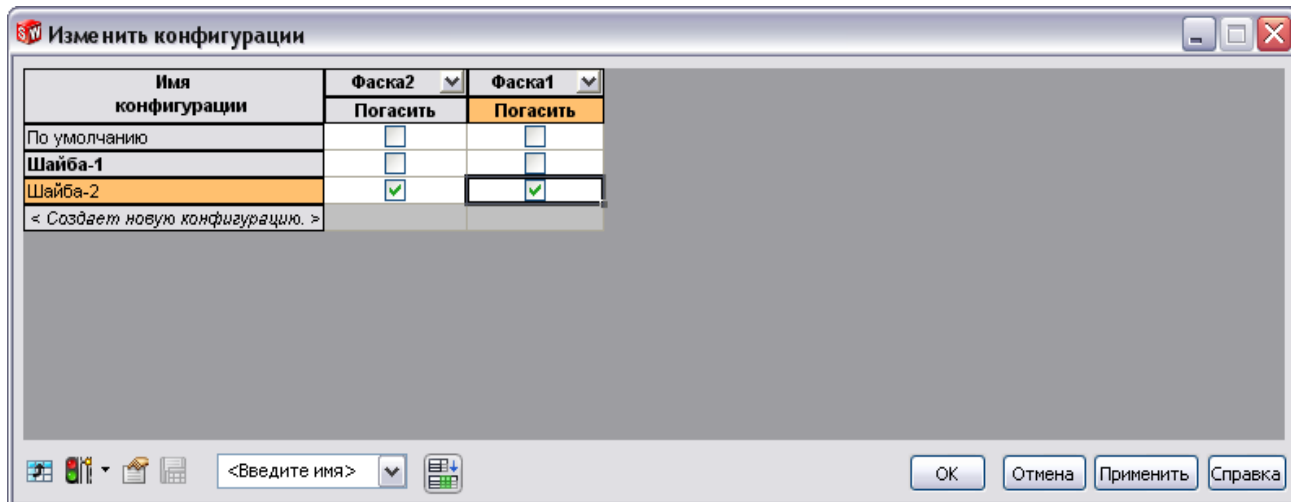

Рисунок 7.7 – Погашення елементів конфігурації Шайба - 2
3. Створюємо нову конфігурацію, для цього активізуємо рядок <Створює нову конфігурацію> в таблиці та вводимо ім'я нової конфігурації – Шайба - 2 (рис. 7.7). У рядку конфігурації Шайба - 2 ставимо прапорці «Фаска 1» та «Фаска 2». В новій конфігурації ці елементи будуть погашені (рис. 7.7).